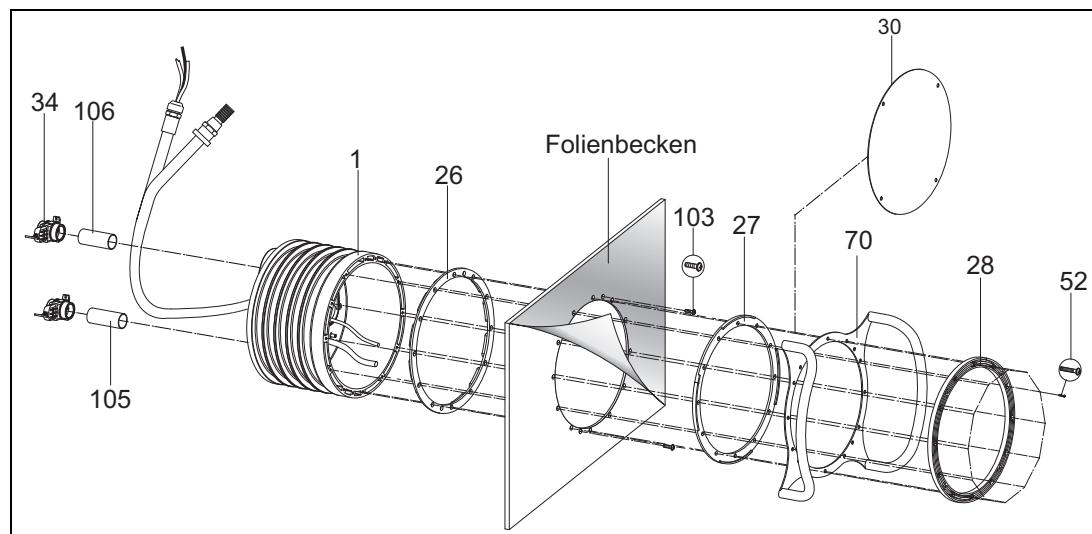

Abb. 7
Saugseitig Rohr (105) und druckseitig Rohr (106) mit Absperrschieber (34) und Einbaugehäuse (1) verkleben (Abb.7).